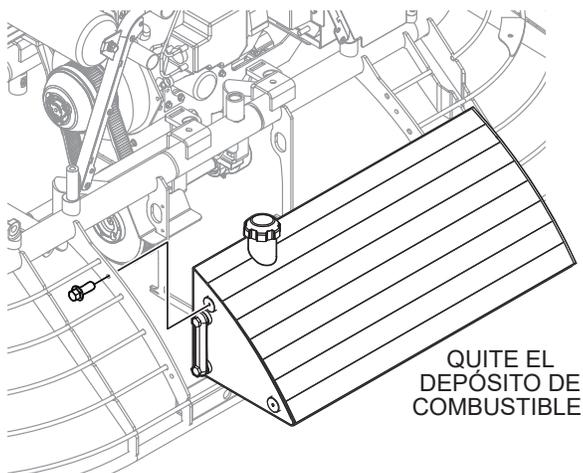

Figura 8. Retirada del depósito de combustible
- Use un cubo de 13 mm para quitar los 4 pernos que sujetan el depósito de combustible al bastidor. Aparte para usar más adelante. Vea la Figura 8.